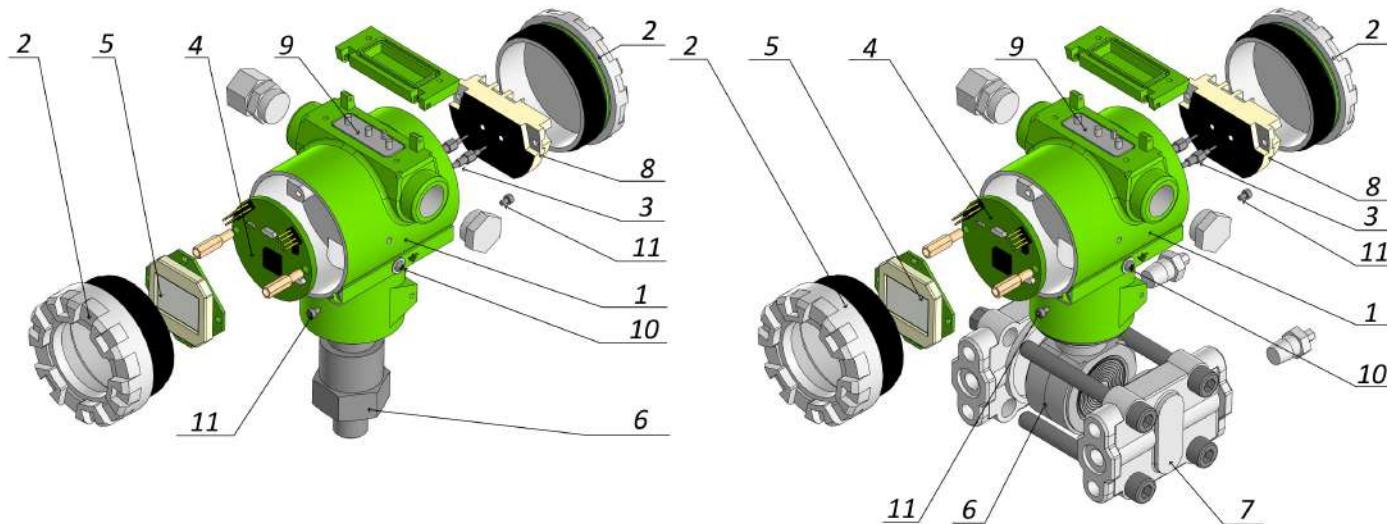

Рисунок 2 – Устройство датчиков давления
Датчик давления состоит из преобразователя давления и электронного блока (Рисунок 2). Корпус электронного блока (1) крепится на резьбовой части преобразователя давления (6). В электронном блоке размещены: электронная плата (4), крышки с уплотнениями (2), модуль ЖКИ (5), RFI фильтры (3), клеммная колодка (8), кнопки настройки датчика (9), винт наружного заземления корпуса (10), винты фиксации крышек корпуса (11). Над клеммной колодкой расположен винт обозначенный специальным знаком заземления, который может быть использован для подсоединения экрана при применении экранированного кабеля. Под секцией с модулем ЖКИ расположено отверстие для крепления таблички с позиционным обозначением.
Преобразователь давления (6) и фланцы (7) (Рисунок 2) в стандартном исполнении изготавливаются из нержавеющей стали 316L, также доступно исполнение, выполненное из Хастелоя НС–276. Материалы деталей, контактирующие с измеряемой средой, указаны в Таблицах 1.1-1.4.